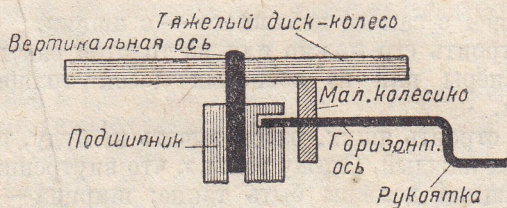

Рис. 45. Схема приспособления механизма, приводящего в движение пластинку.
Другая разница — в механизме, вращающем пластинку. Тут никакой пружины нет. Вы просто вертите рукоятку граммофона, как и шарманку. Вследствие этого вертится и горизонтальная ось граммофона (рис. 45). А на оси укреплено небольшое колесико, на которое надавливает тяжелый диск-колесо, укрепленное на вертикальной оси. Поэтому, когда вы начнете вертеть рукоятку граммофона, маленькое колесико передаст свое движение тяжелому диску, и диск
Механизм, вращающий пластинку, состоит из пяти частей. Эти части такие: 1) горизонтальная ось с рукояткой, 2) подшипник, 3) вертикальная ось, 4) колесо и катушка, 5) тяжелый диск (рис. 45).
3. *Вертикальная ось* (рис. 45), это — та ось граммофона, на которой будет наглухо закреплен тяжелый диск. Эта ось — просто железный или стальной стержень (или болтик с отпилен-